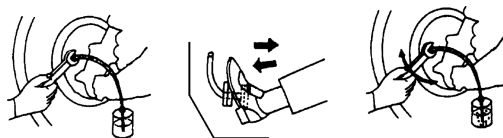

图 3-184 ABS 排气
1) 将一根软管一端接到排气螺钉上，另一端插入排液瓶，如图 3-184 所示。
2) 两人配合，一人连续踏制动踏板数次，直至踏板再也踏不下去为止，并用力踏住踏板不放，另一人将排气螺栓稍松开，让制动系统内的空气连同一部分制动液一起排出。当制动踏板被踏到底后，立即旋紧排气螺栓。**排气顺序：①右后车轮制动轮缸；②左后车轮制动轮缸；③右前车轮制动轮缸；④左前车轮制动轮缸。**